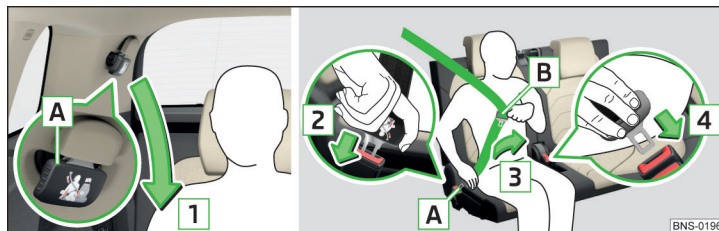

Fig. 20 Colocar / quitar el cinturón de seguridad de la tercera fila
- » Tirar lentamente el cinturón en la lengüeta de cierre **[A]** » **fig. 20** hacia abajo en el sentido de la flecha **[1]**.
- › Agarrar la lengüeta del cinturón **A** » fig. 20 y pulsar la tecla roja en el cierre del cinturón, la lengüeta del cinturón saldrá disparada.